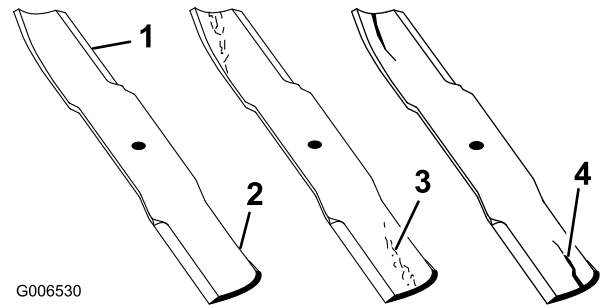

Figure 92
- Examinez le tranchant des lames (Figure 92). Si les lames coupent mal ou présentent des indentations, déposez-les et aiguiser-les (voir Aiguisage des lames).
- Inspectez les lames, surtout la partie relevée (Figure 92). Remplacez immédiatement toute lame endommagée, usée ou qui présente une entaille (Figure 92).